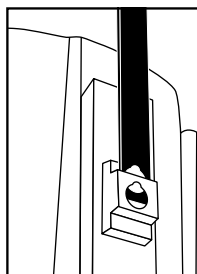

Fig. 1
1. Conecte el gancho del filtro al riel en la parte de atrás del filtro alineando las gotas de agua como se muestra (Fig. 1).